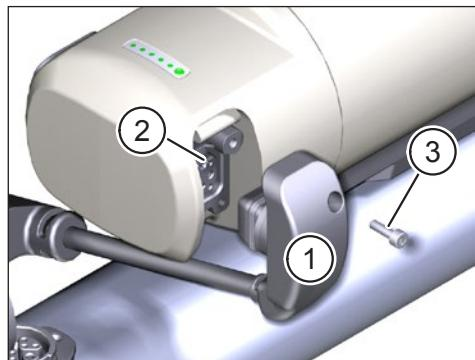

Fig. 7: Bevestig de verbindingskabel aan de Range Extender
- ▶ Sluit de stekker (Pos. 1 in Fig. 7) van de verbindingskabel aan op de aansluiting (Pos. 2 in Fig. 7) in de Range Extender.
- ▶ Bevestig de connector aan de Range Extender met de M3 × 8 dopschroef die bij de kabel is geleverd (Pos. 3 in Fig. 7) met een draaimoment van 1 Nm. Gebruik nooit een langere schroef. Anders bestaat het risico dat de elektronica in de range extender wordt beschadigd.